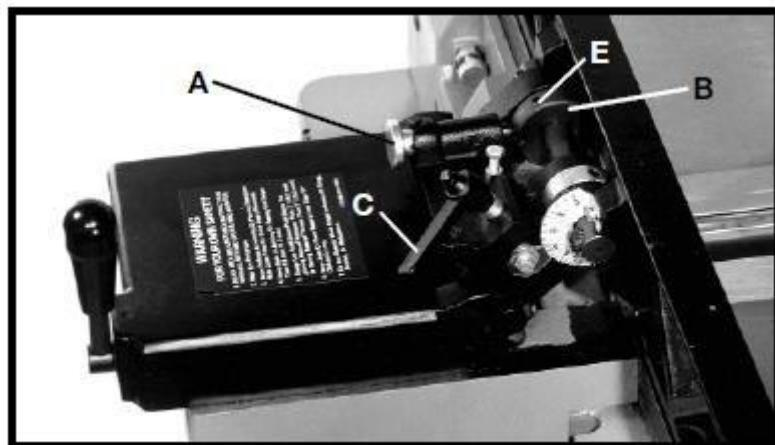

Рис. 30
1. Поставить параллельный упор под 90° , убедившись, что конец плунжера (A), рис. 30, вошёл в паз индексной втулки (B), как показано на рисунке, и затянуть фиксирующую рукоятку (C).
3. Если угол параллельного упора со столом не составляет 90° , ослабить установочный винт (E) в индексной втулке (B), рис. 30, и ослабить рукоятку (C) фиксации параллельного упора. Перемещать параллельный упор до тех пор, пока угол со столом не составит 90° , и затянуть фиксирующую рукоятку (C), а также установочный винт (E).